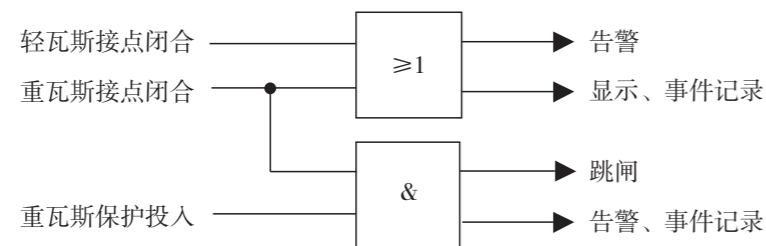

图16-4 瓦斯保护逻辑框图
YZ100-CD(B)开关柜端子排图(附图16-4)。
附图16-4: YZ100-CD (B) 开关柜端子排图